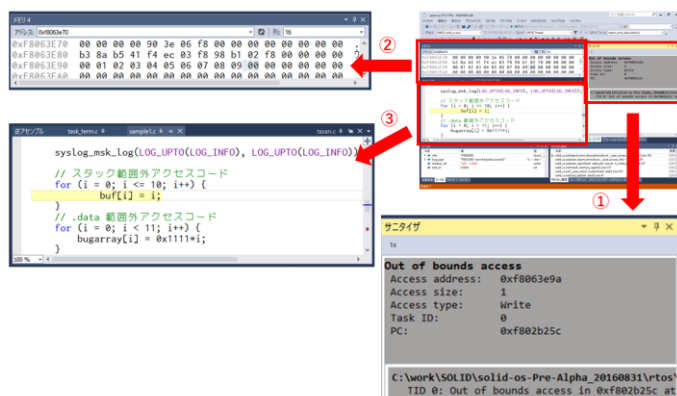

図 1-3.配列オーバーランを自動検出した際のデバッグ表示
の要因を表示しプログラムをブレークします（図 1-3①）。このと
各々メモリウインドウ（図 1-3②）と、ソースウインドウ（図 1-3
③）でバグの箇所を分かりやすく表示します。
このようにセクションの種別に合わせたメモリセクション属性が設定されるため、プログラム実行中に不当なアクセス（ライト不可領域へのライトアクセスなど）があればすぐにプロセッサ例外が発生します。プロセッサ例外が発生した場合、SOLID デバッガでは例外の種類を判定し、それをデバッガ画面上に表示します（第一章 図 1-3 でご紹介）。